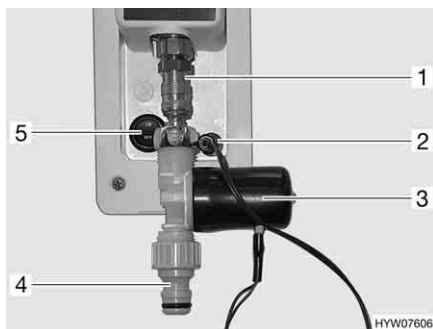

Fig. 148 Allacciamento acqua potabile COLORADO
Inserire l'unità valvola sul gancio della chiusura rapida (Fig. 148,1) sul veicolo.
- Inserire un tubo flessibile per l'acqua con il gancio, sul gancio della chiusura rapida (Fig. 148,4).
- Inserire la spina (Fig. 148,2) per l'alimentazione elettrica della valvola di non ritorno (Fig. 148,3).
- Portare l'interruttore a bilico (Fig. 148,5) in posizione "OFF". La pompa dell'acqua nel veicolo non è in funzione.
- Portare l'interruttore a bilico (Fig. 148,5) in posizione "ON". La pompa dell'acqua nel veicolo è di nuovo in funzione.
- Estrarre la spina (Fig. 148,2) per l'alimentazione elettrica della valvola di non ritorno.
- Spingere verso l'alto l'anello di fissaggio sul gancio della chiusura rapida (Fig. 148,1), rimuovere l'unità valvola e depositarla in un ambiente protetto dal gelo.